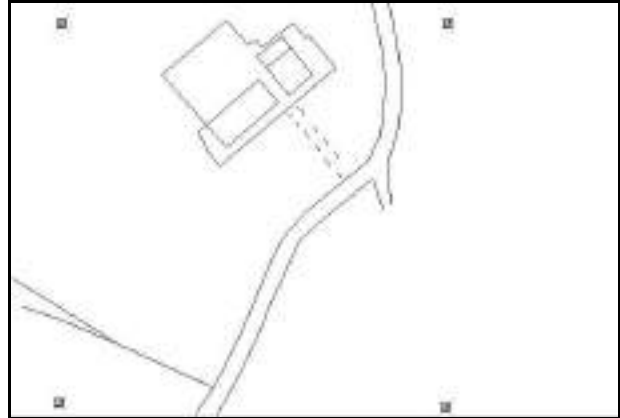

FIGURA 9.49
6) Apriamo ancora, per la terza volta, la mappa di figura 9.49 e andiamo a digitalizzare il terzo parametro.